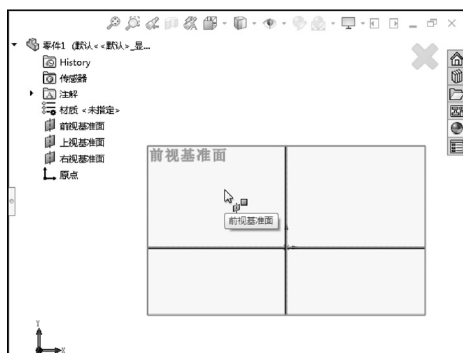

图 1-36 选择绘图平面
STEP 1 新建一个零件类型的文件，单击“特征”工具栏中的“拉伸凸台/基体”按钮，然后在操作区中选择一基准面作为绘制拉伸凸台/基体草图的平面，如图 1-36 所示。